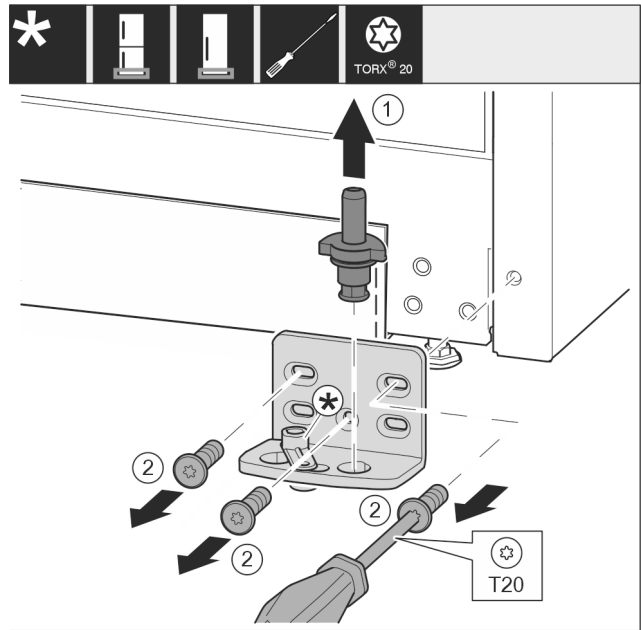

Fig. 13
- Húzza ki teljesen a csapszeget Fig. 13 (1) felfelé.
- Tekerje ki a csavarokat Fig. 13 (2) csavarhúzóval, és vegye le a csapágybakot.